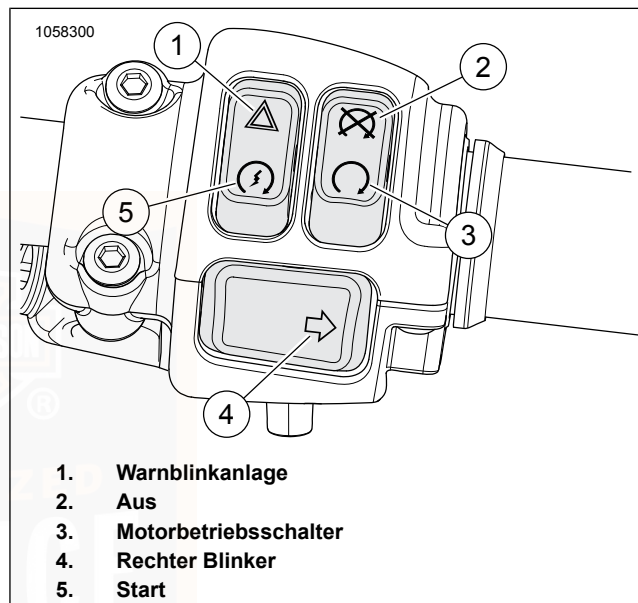

Abbildung 31. Rechte Regelungsschalter
Siehe Abbildung 31. Der Warnblinkerschalter (1) dient zur dauerhaften Aktivierung des Vierfach-Warnblinkers bei einem liegengeliebenen Motorrad. Mithilfe der Warnblinker kann das Motorrad mit ausgeschalteter Zündung zurückgelassen werden, bis Hilfe geholt wird. Siehe Tabelle 34.
Siehe Abbildung 31. Der Anlasserschalter (5) befindet sich am rechten Lenker-Steuermodul. Siehe Tabelle 34.
1. Den Motorbetriebsschalter in die BETRIEB-Stellung bringen (3). Das Getriebe in den Leerlauf schalten. Die (grüne) Leerlauf-Kontrollleuchte leuchtet auf. Siehe Anlassen des Motors (Seite 105).
2. Den Anlasser durch Drücken des Anlasserschalters (5) betätigen.
Siehe Abbildung 31. Den Motorbetriebsschalter in Stellung OFF (AUS) (2) drücken, um den Motor abzustellen. Siehe Tabelle 34.
Siehe Abbildung 31. Den Motorbetriebsschalter in Stellung RUN (BETRIEB) (3) drücken, damit der Motor angelassen und betrieben werden kann. Der Motorbetriebsschalter muss sich in der Stellung RUN (BETRIEB) befinden, damit der Motor angelassen und betrieben werden kann. Siehe Tabelle 34.
Siehe Abbildung 31. Den rechten Blinkerschalter (4) zur Aktivierung des rechten Blinkers betätigen. Siehe Tabelle 34.